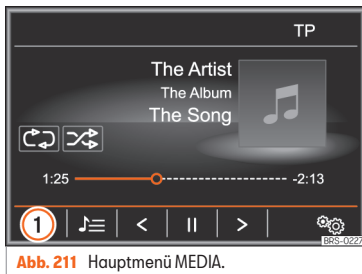

Abb. 211 Hauptmenü MEDIA.
- Im Hauptmenü MEDIEN die Funktionsfläche »» **Abb. 211** ① antippen und **[BT-Audio]** wählen.